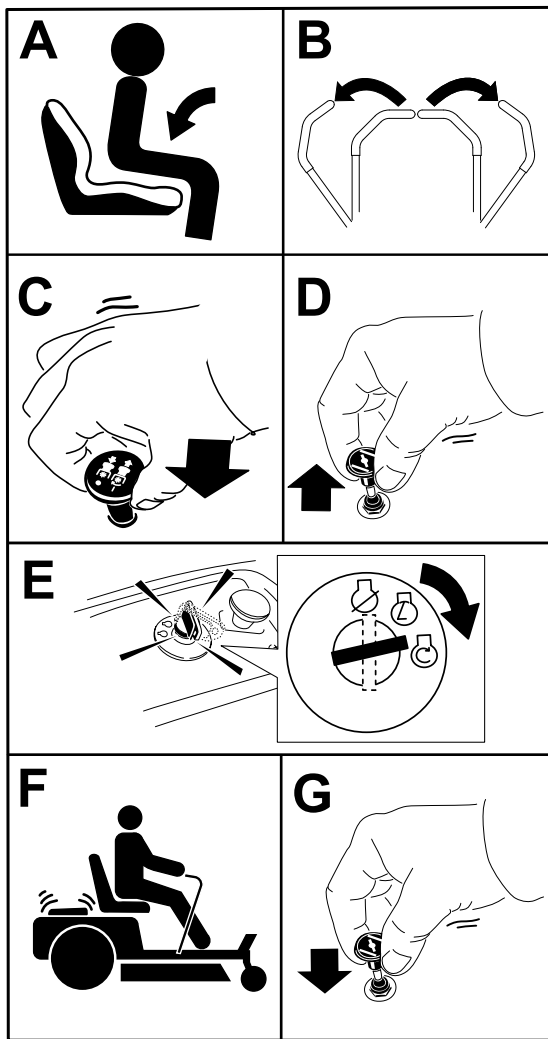

Figure 24
1. Désengagez les lames en plaçant la commande des lames en position DÉSENGAGÉE (Figure 24).